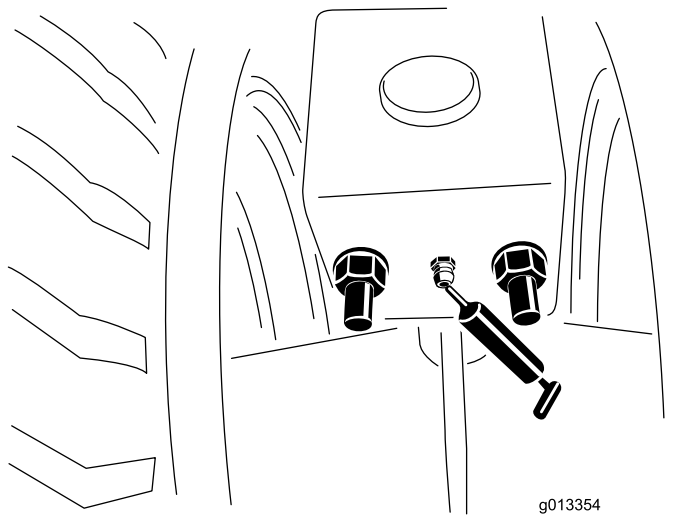

図 54
1. 異物がないように、グリスフィッティングをきれいに拭く 図 54。